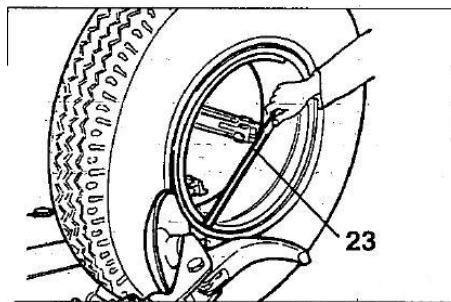

Рис. 32
- 5) Повторите операцию, теперь установите диск приспособления напротив бортового кольца (см. рис. 32). Воздействуя приспособлением, отождимте шину от кольца. Снимите бортовое кольцо с помощью специального рычага LC (23, рис. 32) или диска отрыва борта.
- 5) Повторите данную операцию и переместите диск приспособления к бортовому кольцу (см. рис. 32), отождимте шину от кольца. Снимите кольцо с помощью специального рычага LC (23, рис. 32) или диска отрыва борта шины.